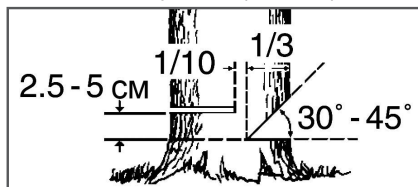

Рис. 13 Расположение запила и пропила
4. Выберите направления падения дерева. Для этого следует учесть силу и направление ветра, естественный наклон дерева, равномерность распределения веток в кроне дерева. Начните пилить с той стороны дерева, куда оно должно упасть (Рис. 13).